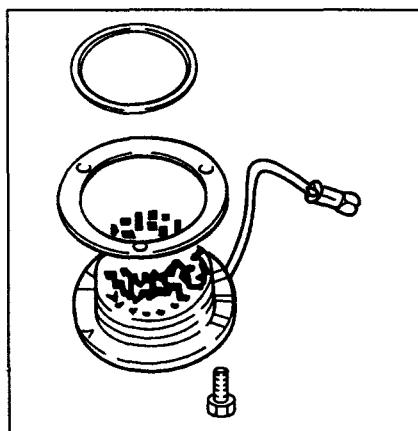

Рис. 4.29. Типичный подогреватель коллектора
- 4 Положительный щуп вольтметра подсоедините к контакту подвода питания к подогревателю (см. рис. 4.29). Вольтметр должен показать напряжение аккумулятора.